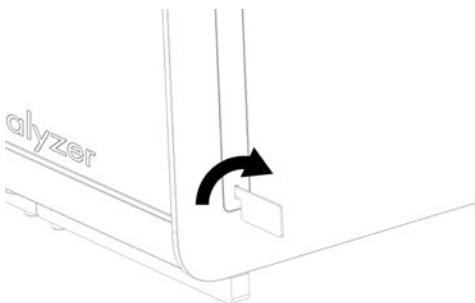

Figura 5. Scoaterea capacelor de protecție.
2. Scoateți capacele de protecție de pe părțile laterale ale modulului analitic, folosind instrumentul de îndepărțare a capacului de protecție, livrat împreună cu QIAstat-Dx Analyzer 1.0 (Figura 5).